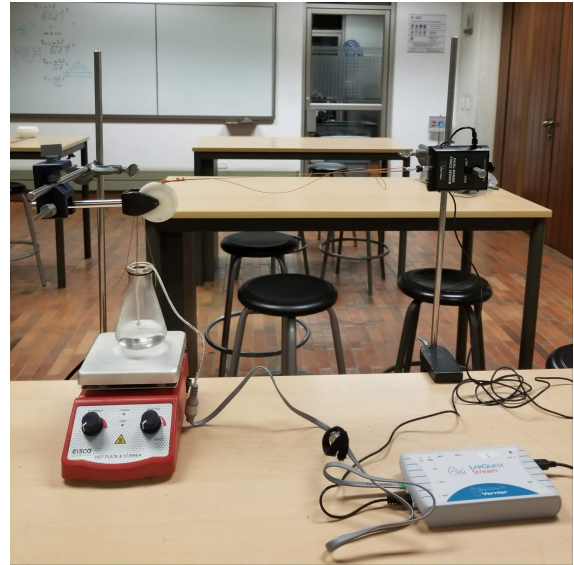

Figura 6.1: Foto del montaje para la segunda parte del experimento.
- \* Asegúrese que uno de los extremos de la cuerda se encuentre atado al sensor de fuerza y el otro al sujetador del Erlenmeyer de manera tal que dicha cuerda pase por la polea, tal y como se muestra en la figura 6.1 (o de forma equivalente).